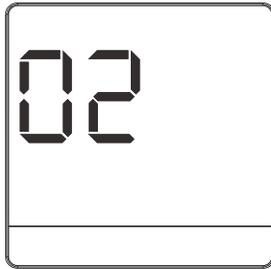

Figura 4.1
- ① Mantenga presionados y en el controlador remoto al mismo tiempo por 8 segundos para ir al estado de configuración de parámetros (consulte la Figura 4.1);